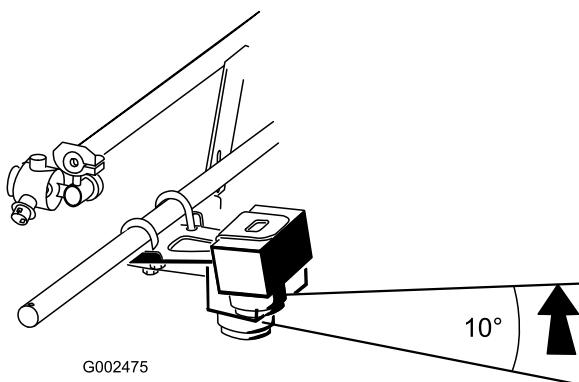

Figura 6
5. Gire el sensor hacia arriba hasta que esté a 10 grados aproximadamente por encima del horizontal, luego apriete las contratuerca de las abrazaderas para sujetar el sensor (Figura 6).